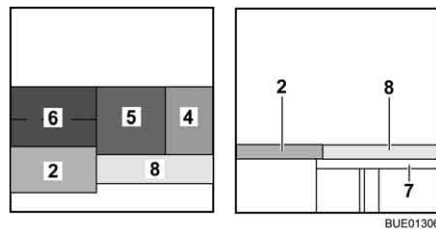

Fig. 129 Dopo la trasformazione
- Posizionare il cuscino del divano (Fig. 129,5) al centro.
- Posizionare il cuscino dello schienale (Fig. 129,4) tra il cuscino del divano e la parete.
- Agganciare l'allargamento letto (Fig. 129,7) negli alloggiamenti sulle casapanche.
- Posizionare il cuscino aggiuntivo (Fig. 129,8) sull'allargamento letto.